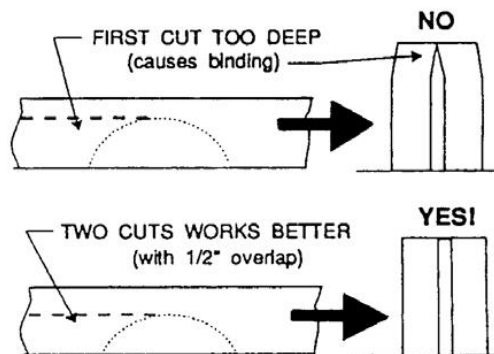

Рис. 32
- Не используйте упор для распила под углом 45 градусов и параллельный упор в одной и той же операции, если к параллельному упору не прикреплен накладку, чтобы позволить торцованной части заготовки прибывать в свободном перемещении, при торцевании следующей части (рис. 32).
Деление - операция пиления, в которой толстые доски распиливаются на несколько тонких. Узкие доски до 75мм могут быть распилены по высоте за один проход. Более толстые доски до 150мм должны быть распилены по высоте за два прохода с переворотом. В распиловке более толстых досок, установите высоту пильного диска, чтобы наложить на два пропила 1/2" высоту зуба, как показано на рис. 32. Слишком глубокий первый пропил может привести к зажиманию пильного диска и возможным травмам на втором пропиле. Всегда устанавливайте ту же самую сторону доски против упора для обоих пропилов.